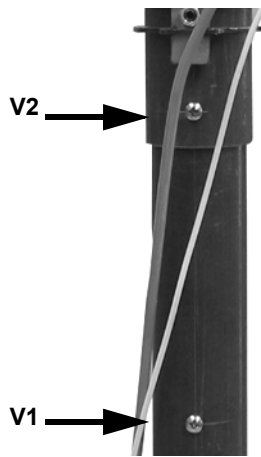

Рис. 11
- 1 Снять винты **V1** и **V2**, указанные на Рис. 11